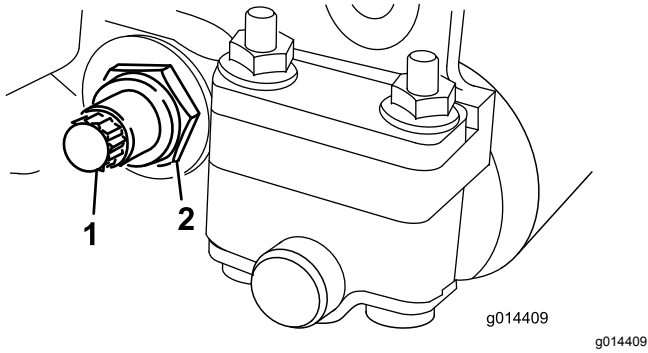

图21
3. 在机器的另一侧松开固定底刀架螺栓 **图21** 的锁紧螺母。
4. 拆下两个底刀架螺栓向下拉动底刀架并从滚刀组上拆下来图21。